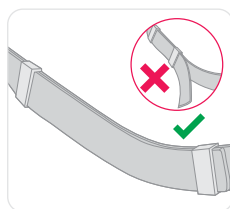

Figura 16
- Folosiți glisoarele de plastic pentru a fixa curelele rămase libere. (figura 16).